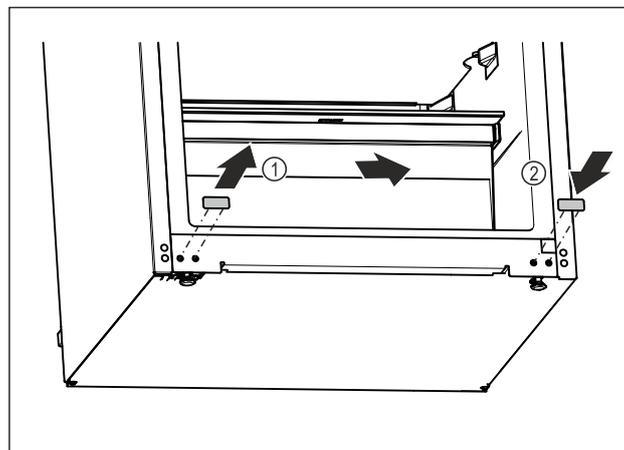

Fig. 20
- ▶ Retirar el tapón de la tapa. Fig. 20 (1)
- ▶ Insertar el tapón de la tapa en el lado opuesto. Fig. 20 (2)